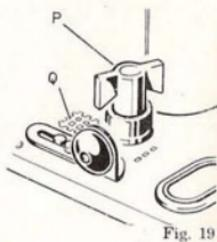

Fig. 19
- Girare il bottone « P » con una sua aletta verso il disegno a quadri « Q » (fig. 19);